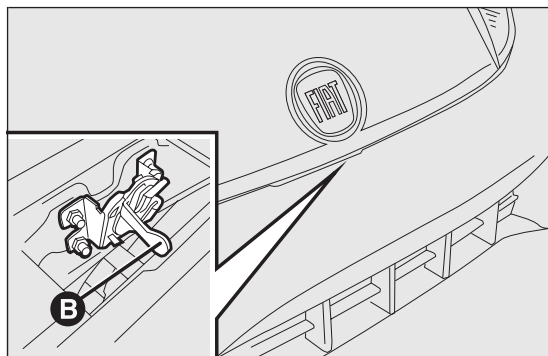

fig. 85
- ☐ agire sulla levetta B fig. 85 e sollevare il cofano;